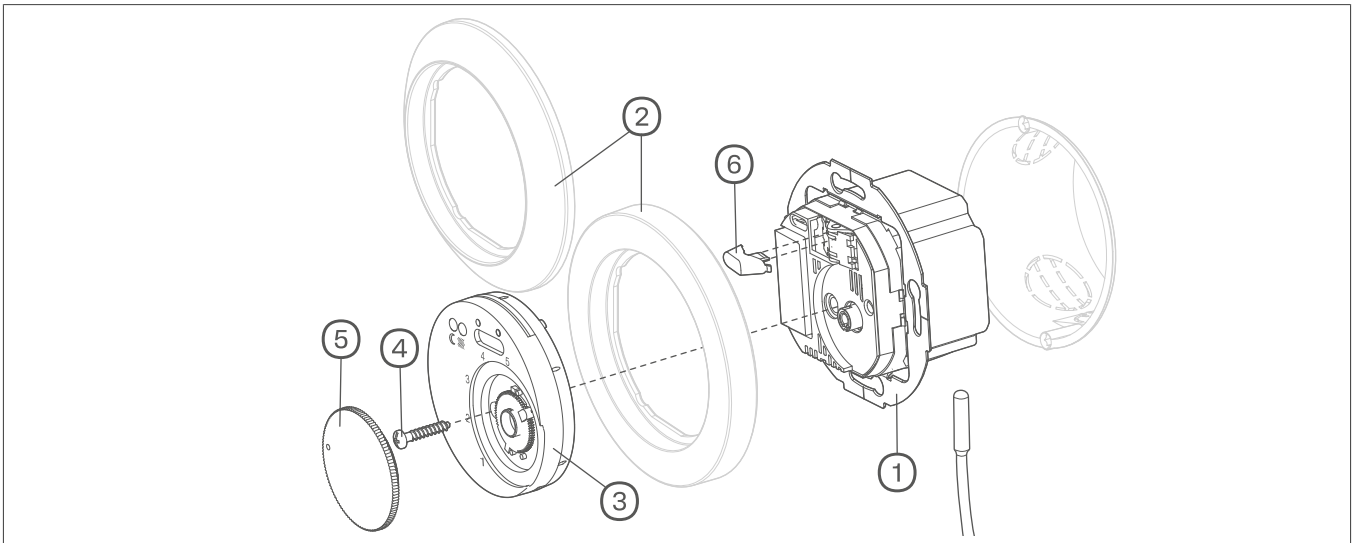

Fig. 1: Enhetens design och layout
- 2 Sätt i vippan (6) i det övre spåret på on/off-brytaren (9) (Fig. 1).
- 3 Placera centrumbrickan (3) korrekt över täckramen (2) och fäst den med fästskruven (4).
- 4 Fäst inställningsratten (5).